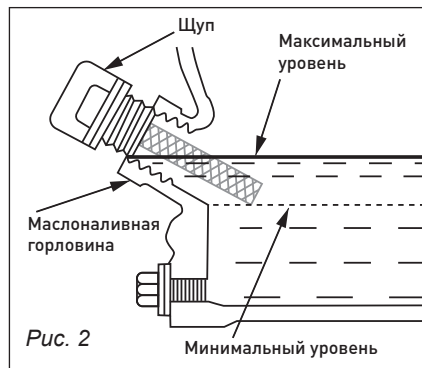

Рис. 2
2. Открутите одну из пробок горловин для заливки масла в картер (рис. 2).